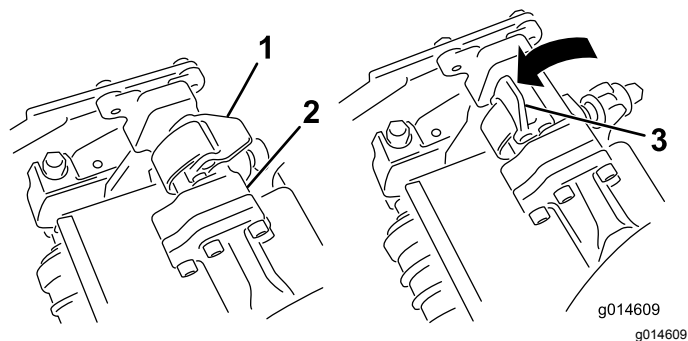

Рисунок 46
3. Когда защелки на штанге рычага подвески направлены вверх (т.е. открыты) (**Рисунок 46**), нажмите на рычаг подвески так, чтобы
4. Опустите защелки и поверните вокруг стержня режущего блока и заблокируйте их (Рисунок 46).
4. Откройте защелки на штанге рычага подвески режущего блока, который необходимо снять (Рисунок 46).